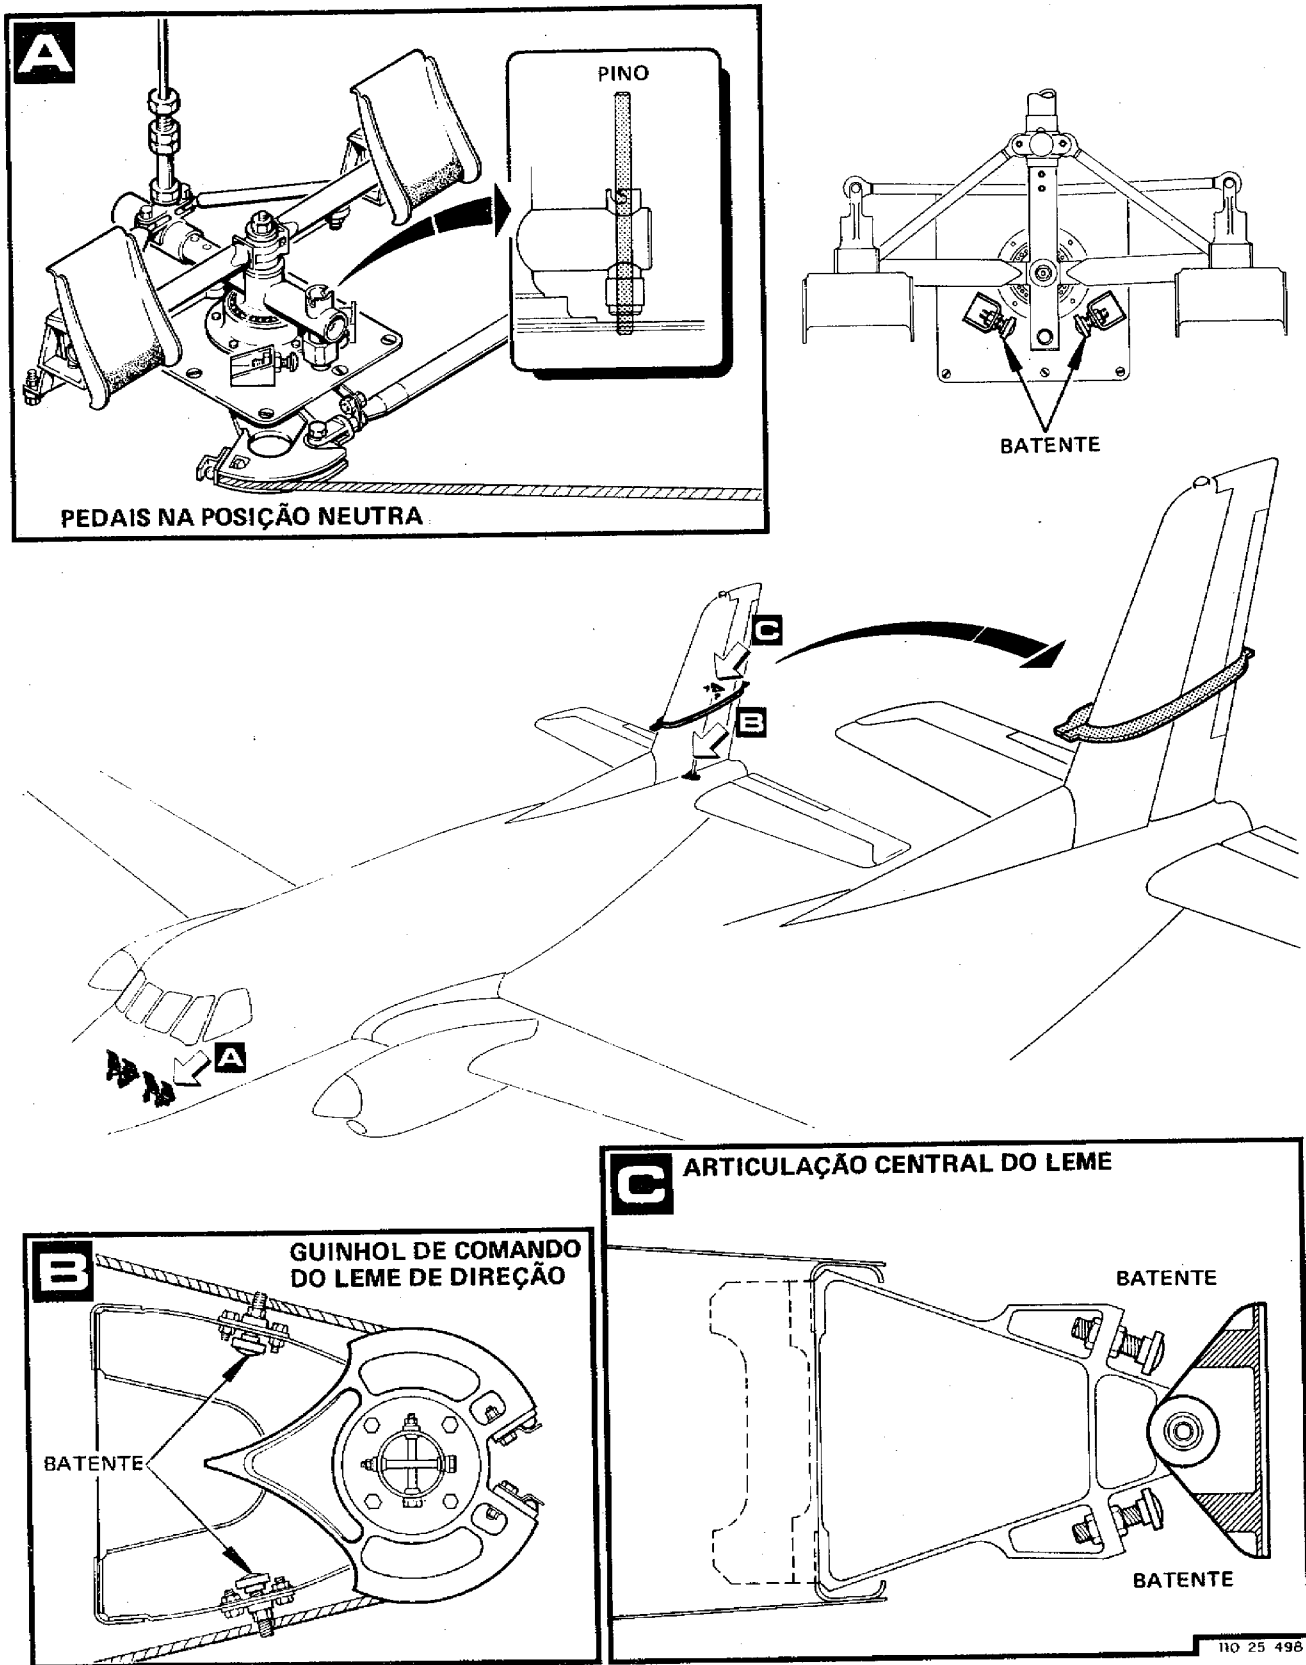

Figura 3-10. Regulagem do Sistema de Comando do Leme de Direção
1. Trave o leme de direção em sua posição neutra, conforme mostra a figura 3-10.
2. Trave os pedais em sua posição neutra, utilizando um pino de diâmetro e dimensões adequados (veja a figura 3-10, detalhe A).
6. Remova o pino-trava dos pedais (veja a figura 3-10).